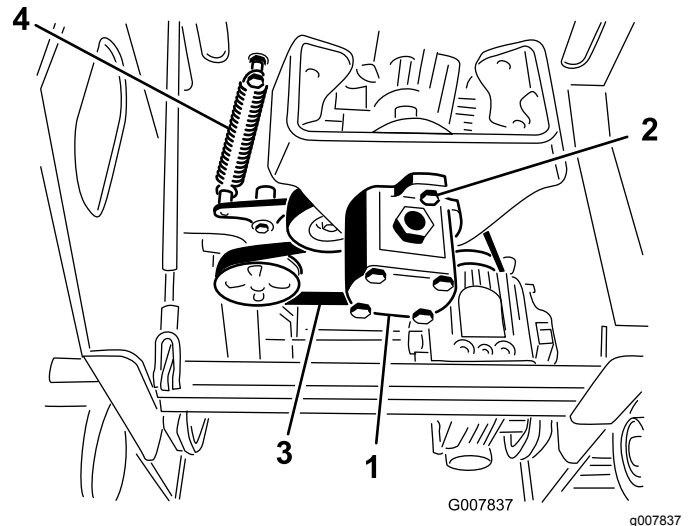

Figura 47
5. Allentate i 2 bulloni della pompa (Figura 47).
6. Ruotate la pompa in senso antiorario e lasciatela uscire dalla puleggia (Figura 47).
7. Servendovi di un tiramolte (contattate il vostro Centro Assistenza Autorizzato) o di un gancio metallico rigido, estraete tirando l'estremità della molla della puleggia tendicinghia dal bullone della molla per allentare la tensione sulla cinghia (Figura 47).